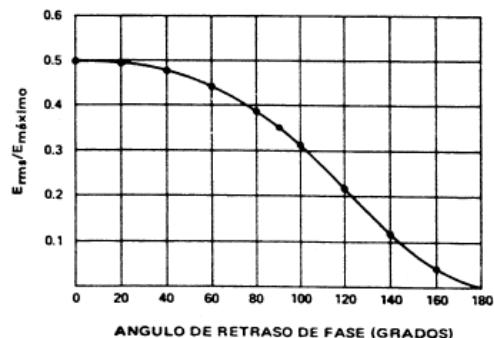

Fig. 4-4
te en la onda completa. Las indicaciones que dan los voltímetros y amperímetros estándar de ca y cd no son directamente utilizables, pues la mayoría de los medidores de ca son instrumentos de detección promedio, calibrados para leer la rms de una onda senoidal más no la de una onda compleja, en tanto que los medidores de cd indican el promedio de la onda. Por otra parte, aunque es posible calcular matemáticamente el valor rms, se requiere un análisis detallado para cada tipo diferente de onda. La Fig. 4-4 muestra una gráfica de la relación de  $E_{rms}/E_{pico}$  en función del ángulo de retraso de fase para un circuito de control de fase de media onda del tipo que se utiliza en este experimento. Esta gráfica se determinó matemáticamente y es análoga a diversas gráficas de este tipo que se utilizan para encontrar los valores en una onda compleja. Midiendo  $E_{máxima}$  con un osciloscopio y encontrando en la gráfica el valor de la relación, se puede calcular  $E_{rms}$ . La potencia verdadera si se conoce el valor de la resistencia de carga, se puede calcular.
- f) Con  $R1$  fijo al mínimo, el ángulo de retraso de fase debe ser de cero grados. Véase la Fig. 4-4 y localice la relación  $E_{rms}/E_{máximo}$  para un ángulo de retraso de fase de 0 grados.
□ j) Ajuste  $R1$  a un ángulo de retraso de fase de 90 grados. El ángulo de conducción será de 90 grados, o 2.5 centímetros. Registre el valor máximo del voltaje de la onda del osciloscopio y luego vea la Fig. 4-4 y registre la relación  $E_{rms}/E_{máximo}$  para un ángulo de retraso de fase de 90 grados.